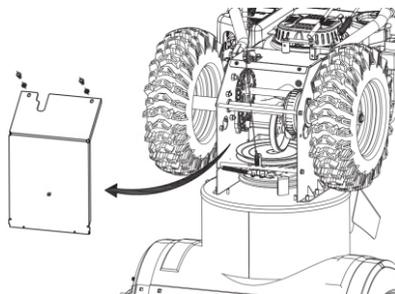

Рис. 29
- Осторожно поверните снегоуборочную машину вверх и вперед так, чтобы она опиралась на корпус шнека. Снимите кожух коробки передач с нижней стороны снегоуборочной машины, открутив два винта (рис. 29).